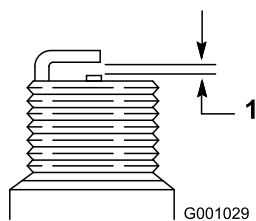

Рисунок 53
4. На новой свече установите зазор между электродами, равный 0,76 мм (Рисунок 53).